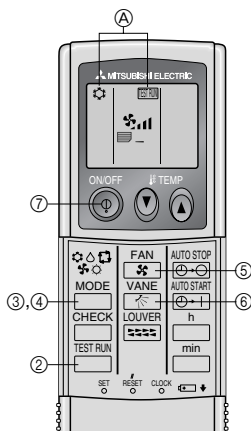

Fig. 7-2
7.2.2. Al usar el controlador remoto inalámbrico (Fig. 7-2)
- ① Encienda la unidad al menos 12 horas antes de la prueba de funcionamiento.
- ② Pulse el botón **TEST RUN** dos veces seguidas.